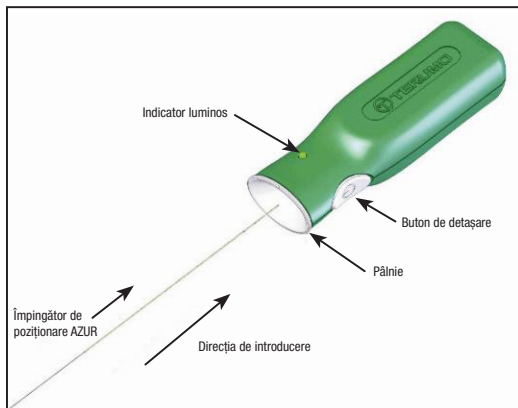

Figura 2 – Controler de detășare AZUR
14. Înainte de utilizarea dispozitivului, îndepărtați capătul proximal al împingătorului de poziționare din bucla de ambalare. Aveți grijă să evitați contaminarea acestui capăt al împingătorului de poziționare cu substanțe străine, cum ar fi sângele sau substanțele de contrast. Introduceți ferm capătul proximal al împingătorului de poziționare în secțiunea de până a controlerului de detășare AZUR. Consultați Figura 2. **Nu apăsați butonul de detășare în acest moment.**
34. Conectați capătul proximal al împingătorului de poziționare la controlerul de detasașare AZUR prin introducerea fermă a capătului proximal al împingătorului de poziționare în secțiunea de pălnie a controlerului de detasașare AZUR. Consultați Figura 2.